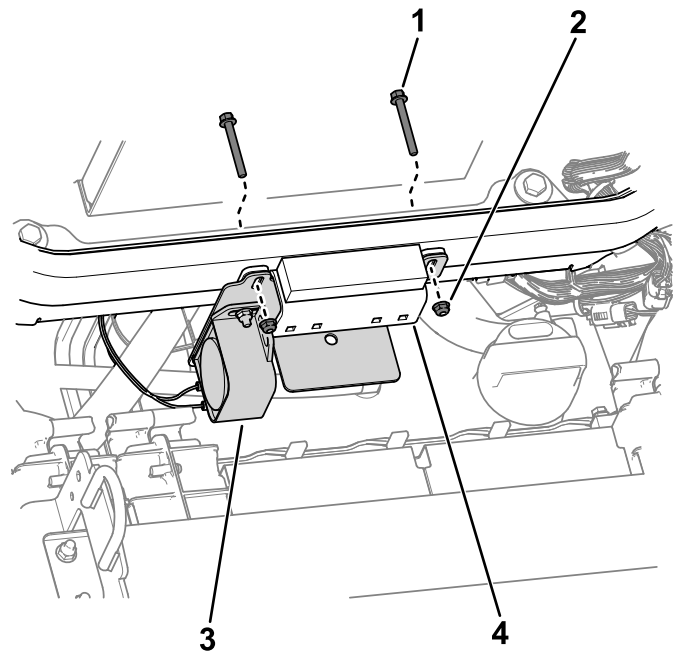

Figure 3
4. Avec les boulons et écrous existants du support du capot, fixez le support sur le cadre du groupe de déplacement (Figure 3).